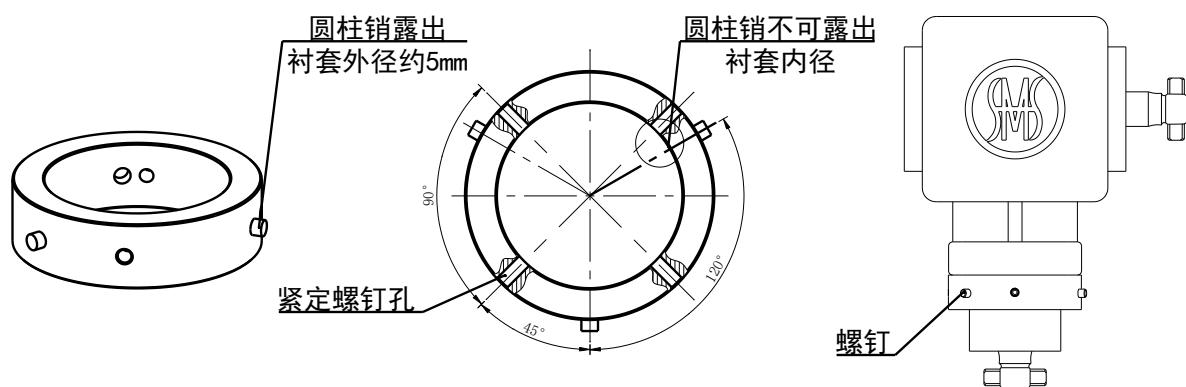

图 8-6 安装衬套的规范要求
2. 将衬套置于伞齿轮盒的下端，用 4 个 M6×10 的紧定螺钉固定（ $90^\circ$ 均分）（见图 8-6）。